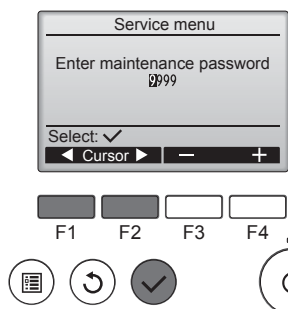

Fig. 7-2
- ① Selecciona "Service" (Assistência) no Menu principal e prima o botão [OK].
- ② Quando o Menu de assistência é seleccionado, aparece uma janela a pedir a palavra-passe. (Fig. 7-2) Para introduzir a palavra-passe de manutenção actual (4 dígitos numéricos), mova o cursor para o dígito que pretende alterar utilizando a tecla [F1] ou [F2] e defina cada número (0 a 9) com a tecla [F3] ou [F4]. Em seguida, prima a tecla [OK].